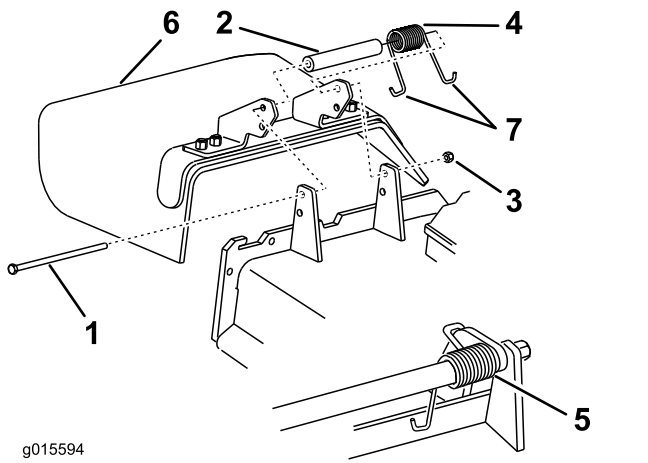

Figure 103
1. Retirez le contre-écrou, le boulon, le ressort et l'entretoise qui fixent le déflecteur aux supports de pivot (Figure 103).
2. Enlevez le déflecteur s'il est endommagé ou usé (Figure 103).
Remarque: Prenez soin de placer l'extrémité en J du ressort derrière le bord du tablier avant de mettre le boulon en place, comme montré à la Figure 103.
6. Placez l'extrémité en J du ressort autour du déflecteur d'herbe (Figure 103).